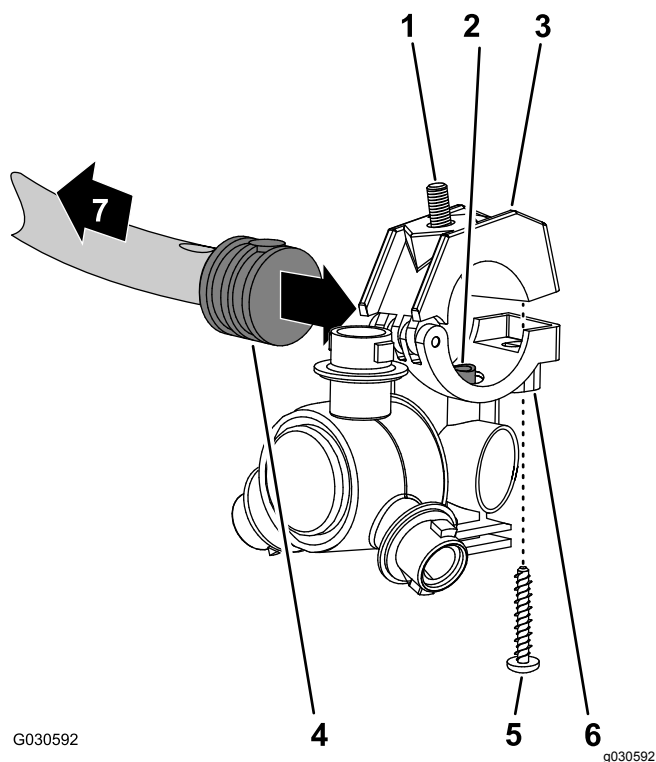
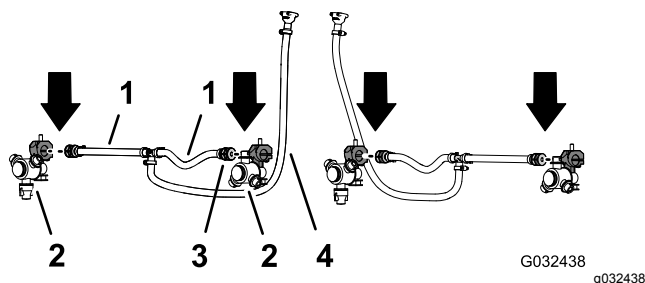

Figure 55
Figure 56
2. Avec les 2 buses de pulvérisation provenant du kit de finition du système de pulvérisation GeoLink, retirez la vis en acier inoxydable qui fixe le demi-collier supérieur au demi-collier inférieur (Figure 55).
3. Localisez le trou dans le côté de l'anneau cannelé simple au bout du flexible de 25 cm de l'ensemble flexibles (vanne de pulvérisation 5 ou 6) pour la section de pulvérisation centrale (Figure 55 et Figure 56).
4. Alignez le tube de transfert dans le demi-collier inférieur d'une buse de pulvérisation (Figure 55) et le trou dans le côté de l'anneau cannelé simple (1/2").
5. Fermez le demi-collier supérieur autour de l'anneau cannelé et fixez le demi-collier et le corps de la buse de pulvérisation (Figure 55) avec la vis en acier inoxydable (n° 12 x 1-1/4") ; serrez la vis en acier inoxydable à un couple de 14 à 18 N·m.
**Remarque:** Veillez à bien engager le boulon à tête hexagonale et la vis en acier inoxydable que vous avez retirés aux opérations 1 et 2 de Dépose des buses de pulvérisation (page 24), répétez les opérations 3 à 5 pour l'anneau cannelé simple (Figure 55 et Figure 56) au bout de l'autre flexible (25 cm).
6. Avec la buse de pulvérisation, le boulon à tête hexagonale et la vis en acier inoxydable que vous avez retirés aux opérations 1 et 2 de Dépose des buses de pulvérisation (page 24), répétez les opérations 3 à 5 pour l'anneau cannelé simple (Figure 55 et Figure 56) au bout de l'autre flexible (25 cm).
7. Avec les 2 buses de pulvérisation que vous avez retirées à l'opération 4 de Dépose des buses de pulvérisation (page 24), répétez les opérations 3 à 5 pour l'anneau cannelé simple de l'autre ensemble flexibles (vanne de pulvérisation 5 ou 6) pour la section de pulvérisation centrale (Figure 55 et Figure 56).